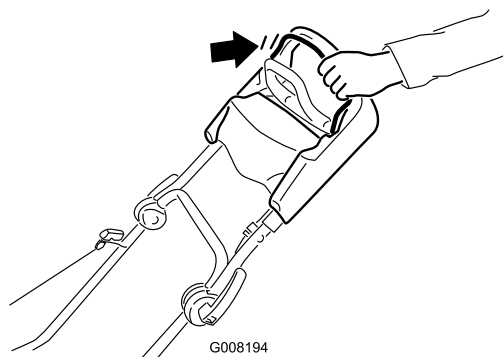

Figure 12
- Maintenez la barre de commande de la lame contre le guidon (Figure 12).